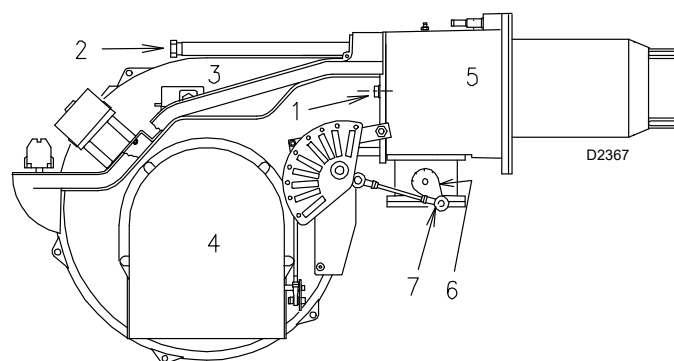

Fig. 18
- insérer les câbles de la sonde et de l'électrode, puis faire glisser le brûleur jusqu'au manchon ; le brûleur doit rester sur la position illustrée dans la Fig. 18 ;